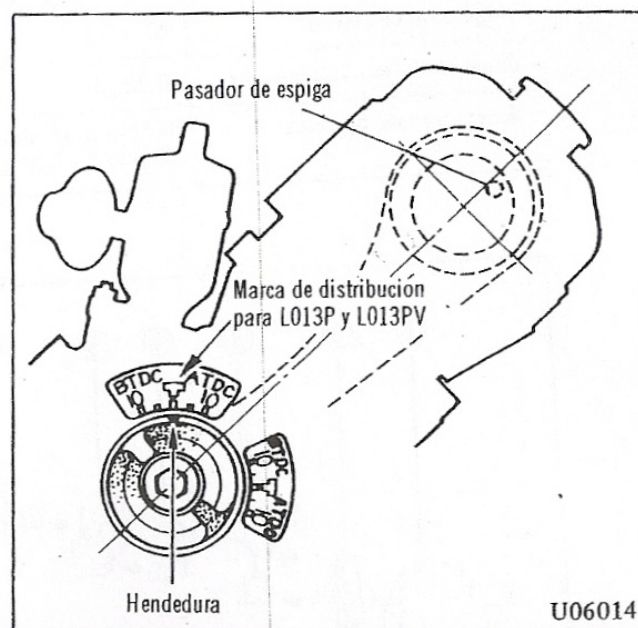

Fig. 14 Alineación de la marca de distribución
1. Girar el cigüeñal para colocar el émbolo en el cilindro Nº 1 en el punto muerto superior en la carrera de compresión para alinear la hendidura de la polea del cigüeñal con la marca de distribución "T" en el indicador de distribución tal como se muestra en la Fig. 14. En este momento, desmontar el tapador del llenador de aceite y asegurarse de que el pasador de espiga de la rueda dentada del árbol de levas se encuentra en la posición que aparece en la ilustración.